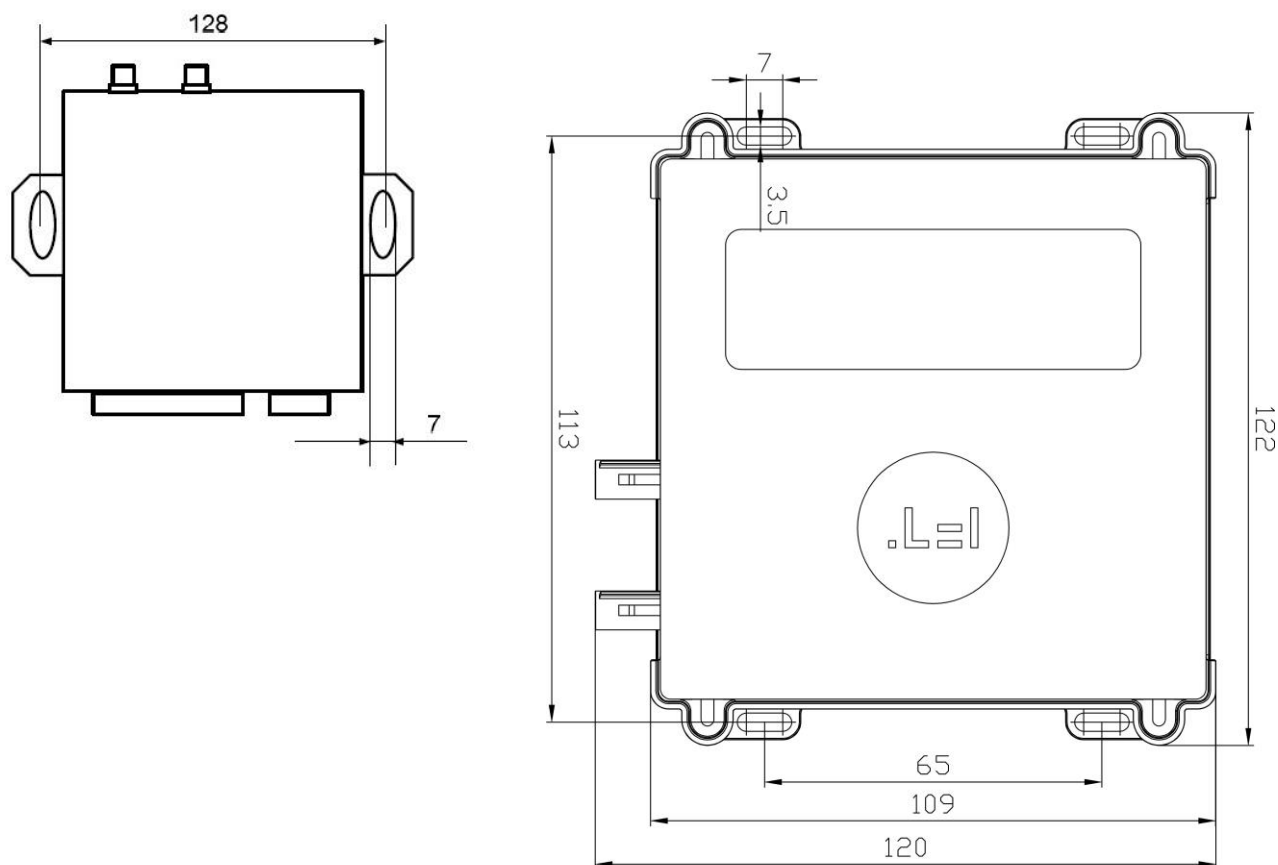

Рисунок 4.5 Установочные размеры терминала FORT-112-3G (в железном корпусе слева, в пластиковом справа)
1. Место установки терминала должно быть выбрано, исходя из его габаритных (104x122x33 мм) и установочных (см. рисунок 4.5) размеров, а также с учетом обеспечения требуемого пространства для удобного подключения разъемов.